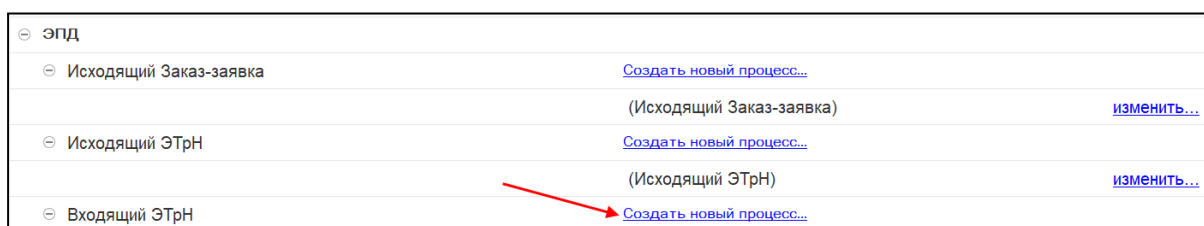

Рис. 60. Создание нового процесса для входящей ЭТрН
2. Для настройки процессов по созданию входящей ЭТрН в разделе «ЭПД» → «Входящий ЭТрН» нажмите на ссылку «Создать новый процесс» (рис. 60).